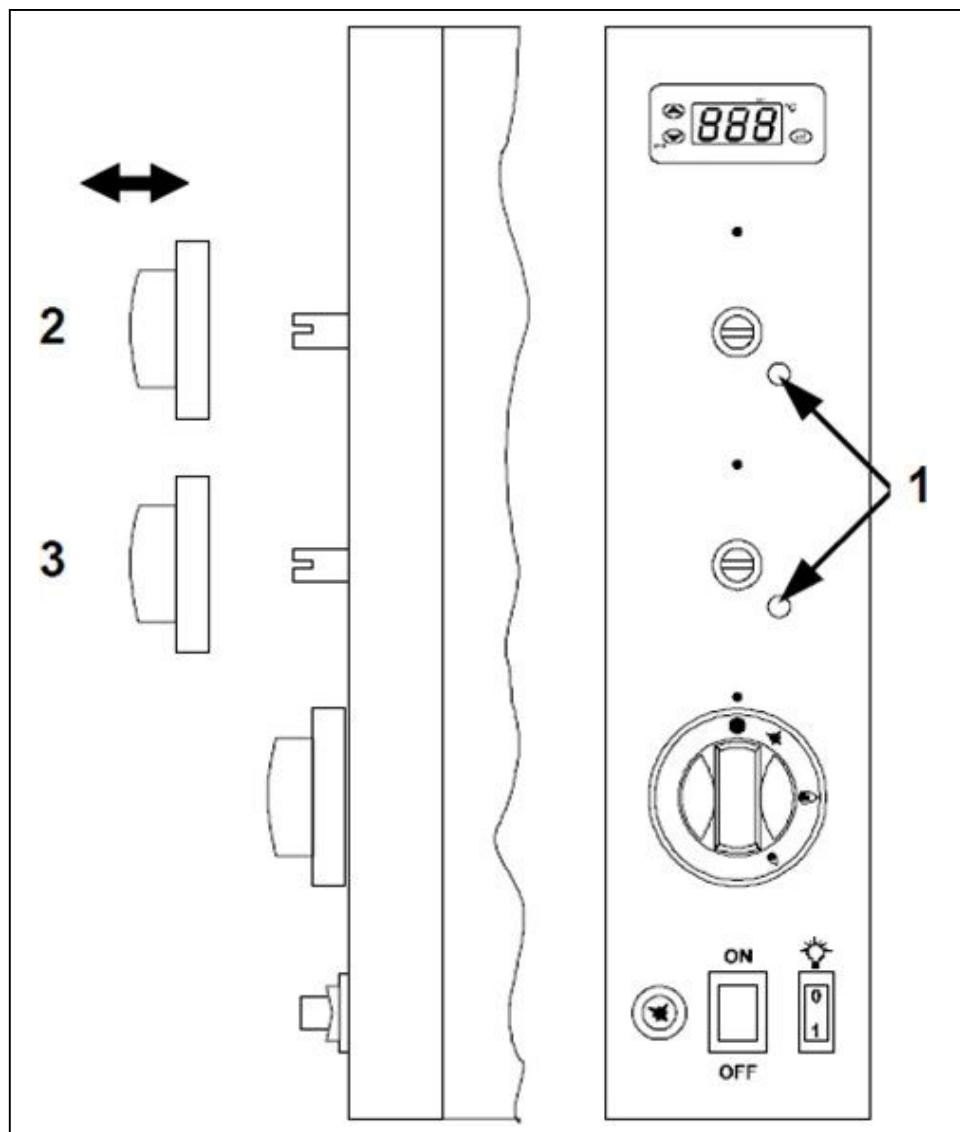

FIG.10
Pour le fonctionnement en gpl (g30-g31) le minimum est fixe et la vis (fig.10-réf.1) doit être vissée à fond; pour le fonctionnement avec des autres types de gaz le minimum est réglable comme suit:
- Enlever manuellement la poignée du brûleur du panneau de commande (fig.10-réf.2/3);
- Dévisser la vis (fig.10-réf.1) de 2/3 de tour et insérer de nouveau la poignée;
- Enlever encore la poignée et visser la vis (fig.10-réf.1) jusqu'à ce que la flamme reste stable;